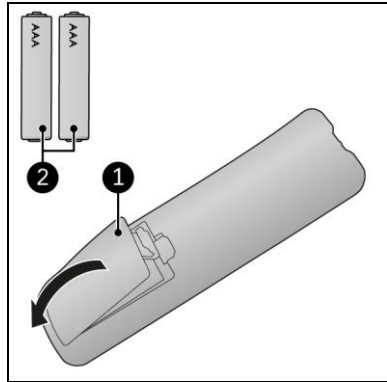

Abbildung 15
1. Entfernen Sie die Batterieabdeckung (Abbildung 15, Pos. 1).
2. Legen Sie zwei AAA 1,5V-Batterien (Abbildung 15, Pos. 2) in das Batteriefach ein. Stellen Sie sicher, dass die Batterien richtig eingelegt sind.